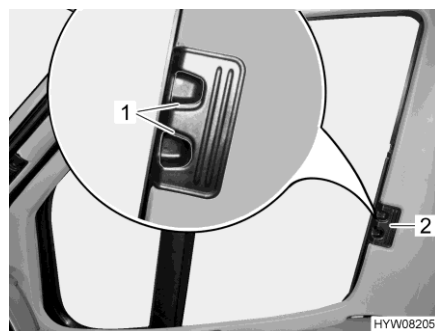

Fig. 25 Tendina oscurante pieghevole (finestrino del conducente/passeggero)
- Premere le maniglie di sbloccaggio (Fig. 25,1) e mantenerle premute.
- Con la levetta (Fig. 25,2) tirare le tendine oscuranti pieghevoli per il finestrino del guidatore e del passeggero verso l'altro lato della finestra e congiungerle alle strisce magnetiche.
- Inserire fino all'arresto le tendine oscuranti pieghevoli per il finestrino del guidatore e del passeggero per la maniglia (Fig. 25,2).
- Rilasciare le maniglie di sbloccaggio (Fig. 25,1) e mantenerle innestate.